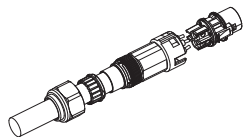

Fig. 18
2. Passez le câble CA à travers le cache de borne et vissez les trois câbles fermement sur les connecteurs (Fig. 18).